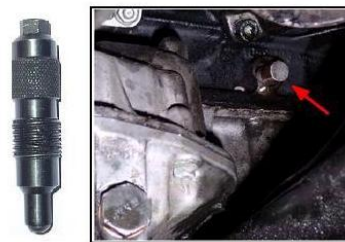

Рис. 4
- 2) Снимите крышку TDC с блока цилиндров и зафиксируйте коленчатый вал при помощи фиксатора (GAT4401); который используется для того, чтобы зафиксировать коленчатый вал в положении TDC. Фиксатор должен быть закручен через резьбовое отверстие в картере (рис.4).